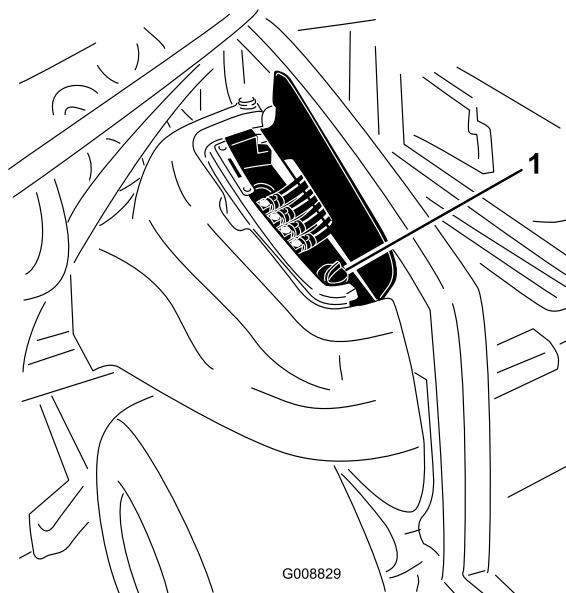

Bild 86
2. Heben Sie rechts an der Maschine die Abdeckung an, um den Hydraulikbehälterdeckel frei zu legen (Bild 86).
3. Reinigen Sie den Bereich um den Einfüllstutzen und den Deckel des Hydraulikölbehälters (Bild 86). Drehen Sie den Deckel vom Einfüllstutzen ab.